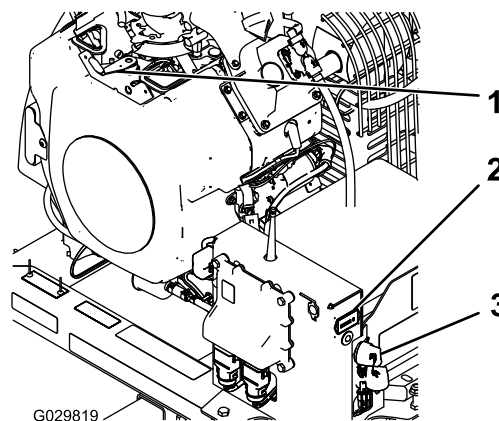

Figura 12
3. Gire la llave de contacto a la posición de ARRANQUE (Figura 12).
3. Si va a abandonar la máquina, gire la llave a la posición de DESCONECTADO y retírela del motor (Figura 12).